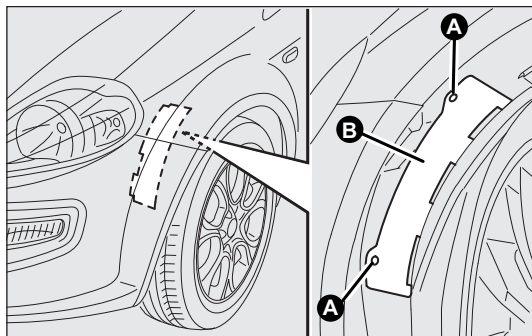

fig. 163
Avant fig. 163
- ☐ dévisser les dispositifs de blocage A-fig. 163, puis déposer le volet d'accès B ;
- ☐ monter le volet B-fig. 163 puis visser les dispositifs de blocage A.